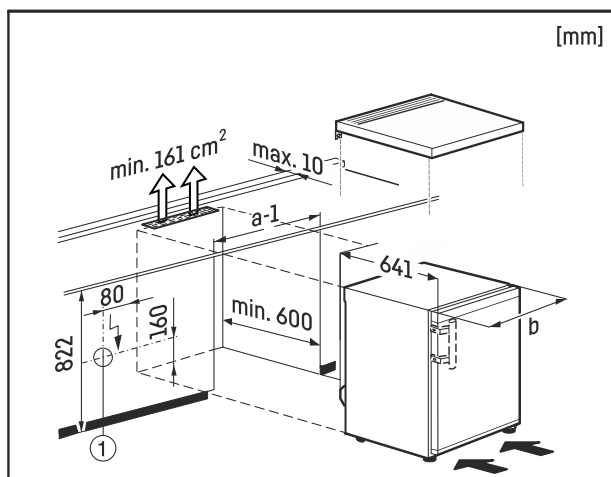

Fig. 4
Die Steckdose Fig. 4 (1) muss dabei außerhalb der Geräterückseite liegen und leicht zugänglich sein.